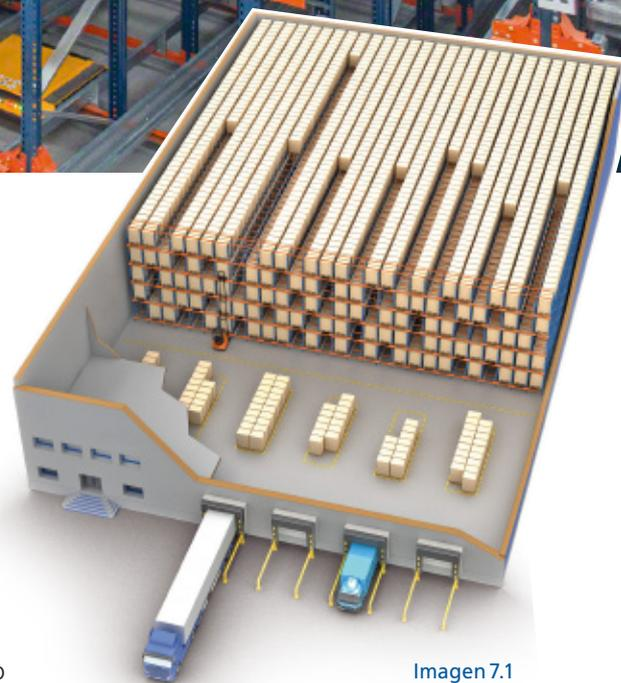

Imagen 7.1
- ✓ Si se elige una distribución con un único bloque de estanterías y un solo pasillo frontal (imagen 7.1), se logra una **mayor capacidad de almacenaje**, es decir, mayor número de ubicaciones.